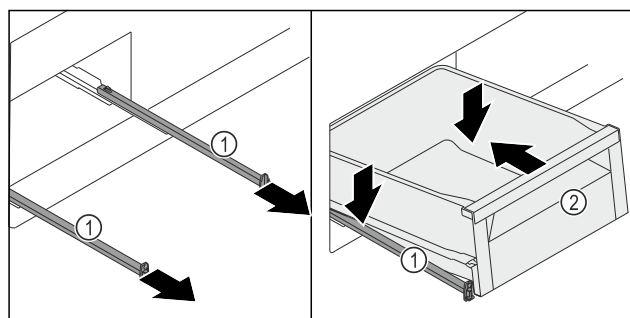

Fig. 136
- ▶ Извлеките направляющие *Fig. 136 (1)*.
- ▶ Удерживая направляющие *Fig. 136 (1)*, установите выдвижной ящик *Fig. 136 (2)* с небольшим наклоном сверху на направляющие *Fig. 136 (1)*.
- ▶ Установите выдвижной ящик *Fig. 136 (2)* на направляющие *Fig. 136 (1)* и задвиньте до конца назад.